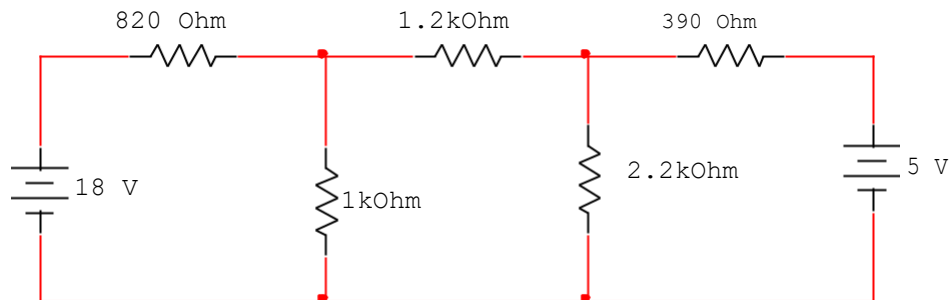

Figura 2.1 Circuito para el análisis de mallas.
Se requiere el análisis analítico del circuito mostrado en la figura 2.1., mediante la técnica del análisis de mallas. El valor obtenido de cada corriente de malla anótelo en la tabla 2.1.
2.5.1. Implemente el circuito que se presenta en la figura 2.1.
2.5.3. Simule en el software Multisim, Proteus, o cualquier otro simulador, el circuito de la figura 2.1, obteniendo los valores de las corrientes de malla. Anote los resultados en la tabla 2.1.
Tabla 2.1. Resultados obtenidos para el circuito de la figura 2.1.